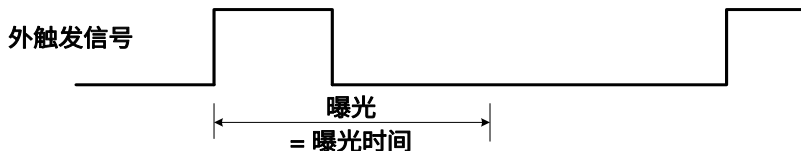

图 8-24 上升沿触发定时曝光模式时序图
- 如果启用上升沿触发，曝光会在触发信号上升时开始，一直持续到曝光时间结束，如图 8-24 所示